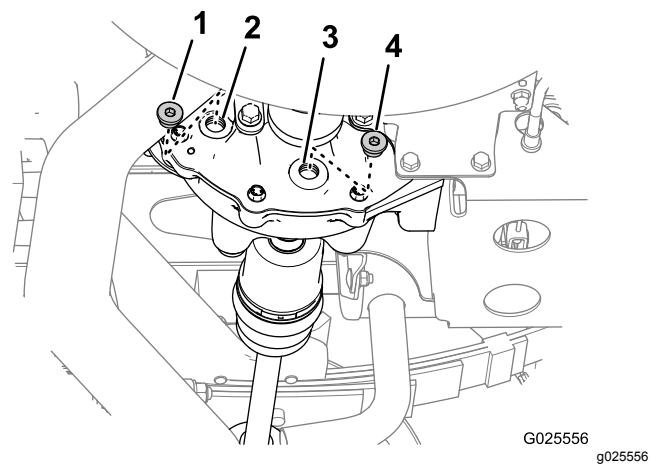

图65
- 对齐排放塞下的排放盘图65。
- 从差速器的加油口卸下加油塞并从排油口卸下排油塞图65。
- 将排油塞装回排油口图65上紧排油塞扭矩至 14 19N·m。
- 将 550ml 指定油添加到差速器的加油口图65。
- 将加油塞装回加油口图65上紧加油塞扭矩至 14 19N·m。